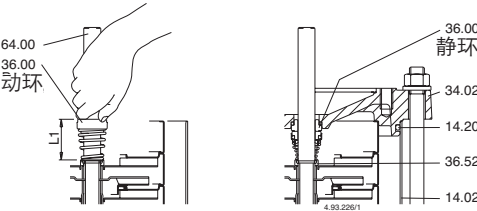

图.5 插入机械密封
- 5.拆下螺丝(61.07)和笼型支架(32.00),其和轴承(66.00)及联轴器(64.22)作为整体从上端盖(34.02)顺轴(64.00)抽出(图5).
- 检查安装前后的长度并把动环升起与到与原始长度(L1 图5)一致。